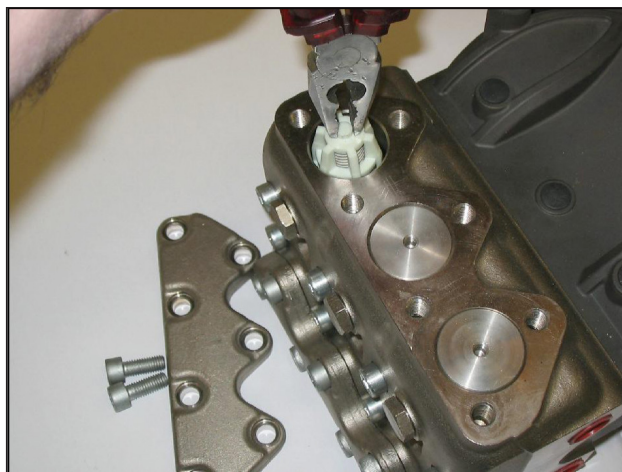

Fig. 16/a
- Svitare le 7viti M10x25 fissaggio coperchi valvole e rimuovere i coperchi (Fig. 16, Fig. 16/a).